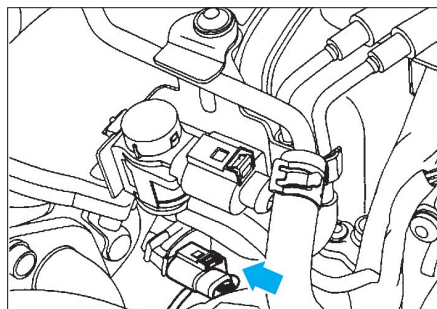

FIG. 154
- Débrancher le capteur de position d'arbre à cames (Fig.154),